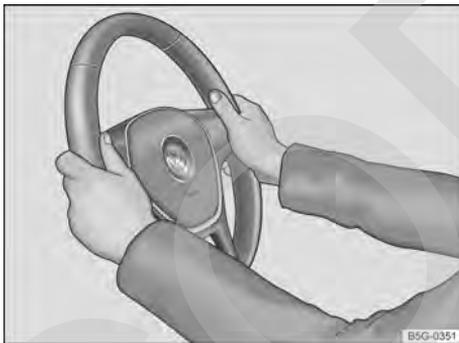

Fig. 65 En el volante: posición 9 y 3 horas.
- Ajustar la posición del volante de forma que pueda sostenerlo lateralmente por el borde exterior *posición equivalente a las 9 y a las 3 horas* → fig. 65 con ambas manos y los brazos levemente doblados.
- Presionar la palanca ① siempre firmemente hacia arriba después del ajuste para que el volante no cambie su posición mientras conduce.
- Durante la conducción, siempre sujete el volante con ambas manos, de forma lateral, por el borde exterior (*posición equivalente a las 9 y a las 3 horas*) → fig. 65 para reducir el peligro de sufrir lesiones causadas al dispararse el airbag frontal del conductor.